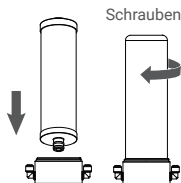

Abbildung 8
3. Setzen Sie die neue Filterpatrone in den dafür vorgesehenen Steckplatz ein und schieben Sie sie weiter, bis sie die Endposition erreicht. Sobald sie an Ort und Stelle ist, ziehen Sie das Gehäuse fest, um die Patrone zu sichern. (Abbildung 8)